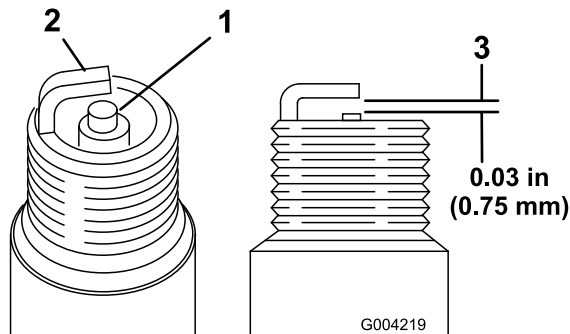

Figura 18
- 1. Mire la parte central de la bujía (Figura 18). Si se observa un color gris o marrón claro en el aislante, el motor está funcionando correctamente. Si el aislante tiene un recubrimiento negro, significa que el limpiador de aire está sucio.
- 2. Compruebe la separación entre los electrodos central y lateral (Figura 18). Si la distancia no es correcta, doble el electrodo lateral (Figura 18).